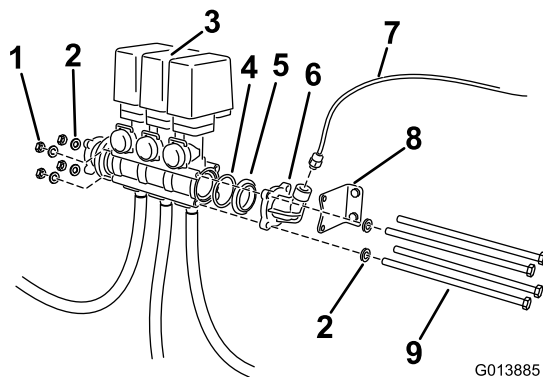

図 4
2. バルブ・アセンブリを固定している長いボルト類をゆるめる (図 4)。外したボルト類はすべて保管すること。バルブ・アセンブリを右側に寄せる。
3. エルボ・アダプタとガスケットを外す (図 4)。既存のバルブ・ボディの中に入っている O リングを探し出す。外した部品をなくさないこと。既存のバルブ・アセンブリからブラケットを遠ざける。